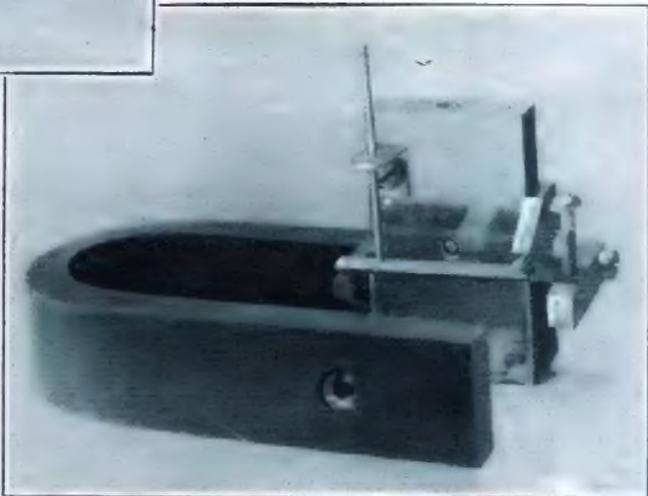

Abb. 4. Die Metallteile des Systems noch unmontiert und ohne Spule.
1) Vergl. Abb. 4.
Aus Abb. 2 und vor allem aus Abb. 4 sieht man deutlich, wie die Stellvorrichtung gedacht ist. Das durchlochte Ende des Ankers wird mit einer Preßschraube zwischen zwei Messingklötzchen festgeklemmt, die ihrerseits wieder nach allen Seiten ein klein wenig verschiebbar an die Laschen festgeschraubt werden. Die Klötzchen ( $5 \times 3 \times 20$  mm) sitzen von den Laschen einige Millimeter entfernt. Sie werden gehalten von längeren Schrauben, die im Polschuhsystem bereits vorgesehen sind. Die Schrauben selbst werden mit einer Gegenmutter gegen die Laschen fixiert, genau so die Klötzchen mit einer weiteren Gegenmutter. Der Lageplan des Ankers ist demnach folgender: Einspannung am durchlochten Ende, dünngefeilte Stelle des Ankers, 1. Polschuhpaar, Spule, Membranstift und 2. Polschuhpaar. Die Boh-
4000 Windungen 0,07 mm Kupferdraht und führen die an stärkeren Draht säurefrei gelöteten Enden heraus2). Die Spule wird nun ins System eingesetzt und dort mit Siegelack befestigt. Man achte darauf, daß der Anker frei im Innern schwingen kann. Der Anker muß nun auch auf der Seite des Membranstiftes in der neutralen Lage gehalten werden. Eine rechtwinklig umgebogene Bronzefeder, aus einer alten Klinkenfeder zurechtgeschnitten, wird, wie aus Abb. 4 ersichtlich, links oben in ein vorhandenes Gewinde festgeschraubt und durch ein Loch mit dem Membranstift ver-